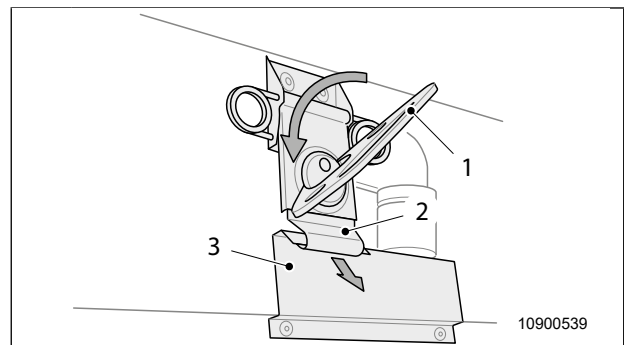

Fig. 38 Aprire l'elemento di chiusura a rotazione
4. Aprire l'elemento di chiusura a rotazione (Fig. 38) sul lato destro e sinistro.
- Piegare la maniglia (Fig. 38, pos. 1) dell'elemento di chiusura a rotazione.
- Sganciare il gancio mobile dell'elemento di chiusura a rotazione (Fig. 38, pos. 2) dal supporto antagonista (Fig. 38, pos. 3).